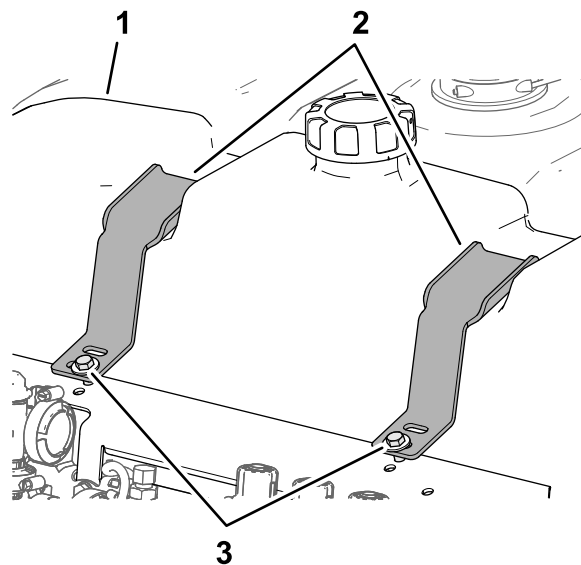

図 42
1. すすぎタンクに水を一杯に入れる 図 42。
2. すすぎタンクと固定金具との間のすきまの大きさを確認する 図 42。
3. タンクと固定金具との間のすきまが大きい場合には、金具がタンクに軽く当たる程度までボルトとフランジロックナットを締め付ける 図 42。